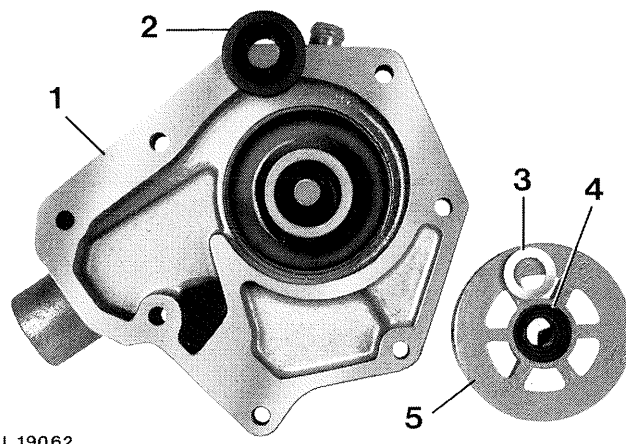

Fig. 3 — Corps de pompe avec turbine et joints
3. Enlever le joint céramique 3 (fig. 3) et le capuchon 4 se trouvant dans l'alésage de la turbine.